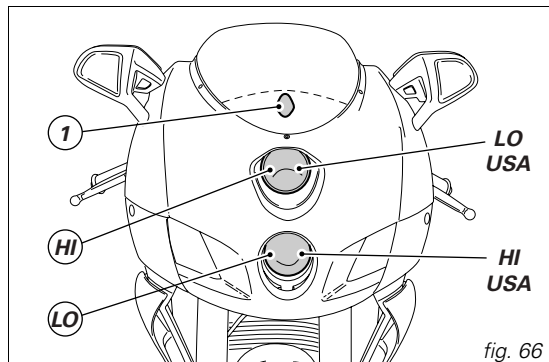

fig. 66
Nella fig. 66 è riportata la posizione della lampada anabbagliante (LO), abbagliante (HI) e di posizione (1).